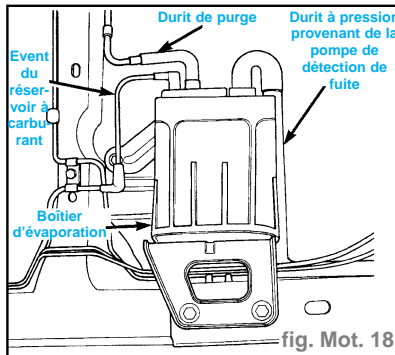

fig. Mot. 18
- vérifier que les durits sont fixées convenablement au boîtier EVAP (purge des vapeurs d'essence) (fig. Mot. 18),